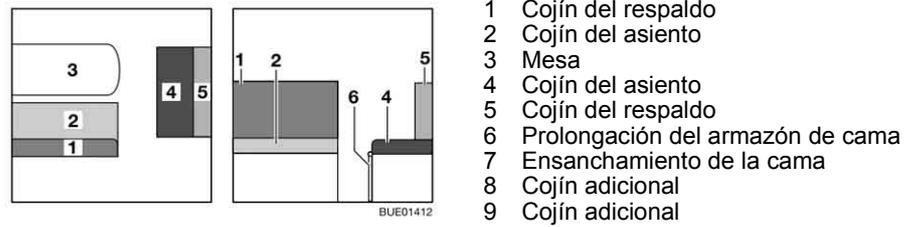

Fig. 120 Antes de la transformación
- Transformar la mesa (Fig. 120,3) en base de cama (véase apartado 6.12).
- Desplegar la prolongación del armazón de cama (Fig. 120,6).
- Quitar el cojín del respaldo (Fig. 120,1) y ponerlo a un lado.
- Quitar el cojín del respaldo (Fig. 120,5).